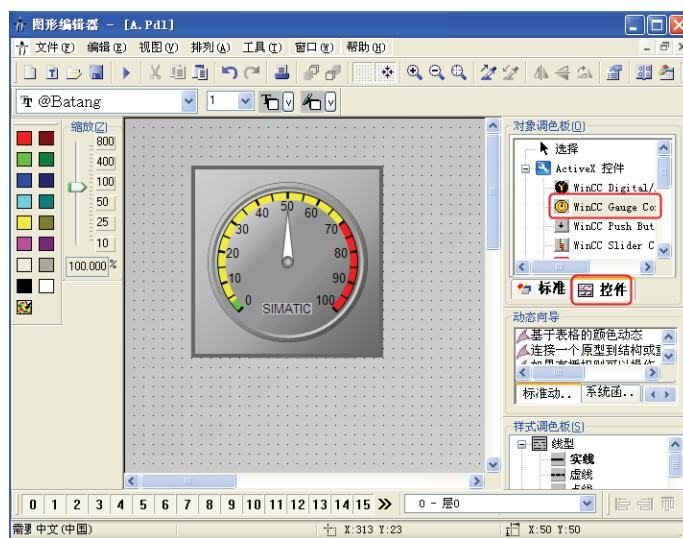

图 5-41 插入量表控件
1) 插入控件。选中“控件”选项卡, 再双击“WinCC Gauge Control”(量表控件), 控件自动插入画面中。或者选中“WinCC Gauge Control”(量表控件), 按住鼠标左键, 将控件拖入画面, 如图 5-41 所示。